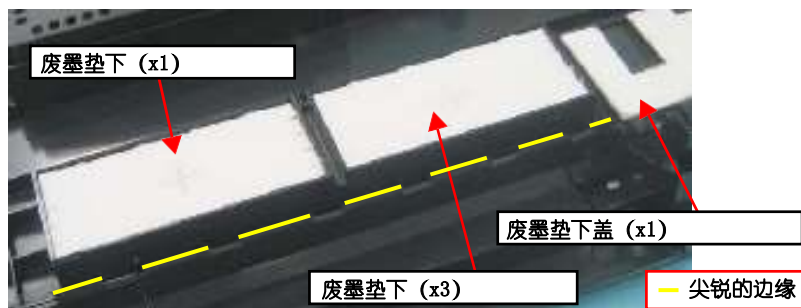

图1-62。卸下废墨垫
- 拆卸或重新组装时，请注意图1-62中所示的七个锋利边缘。